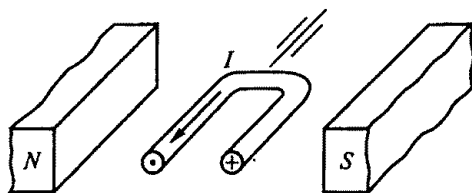

Рис. 45
2.10. Исходное положение рамки с током показано на рис. 45. Какое положение займет рамка в результате взаимодействия с магнитами?